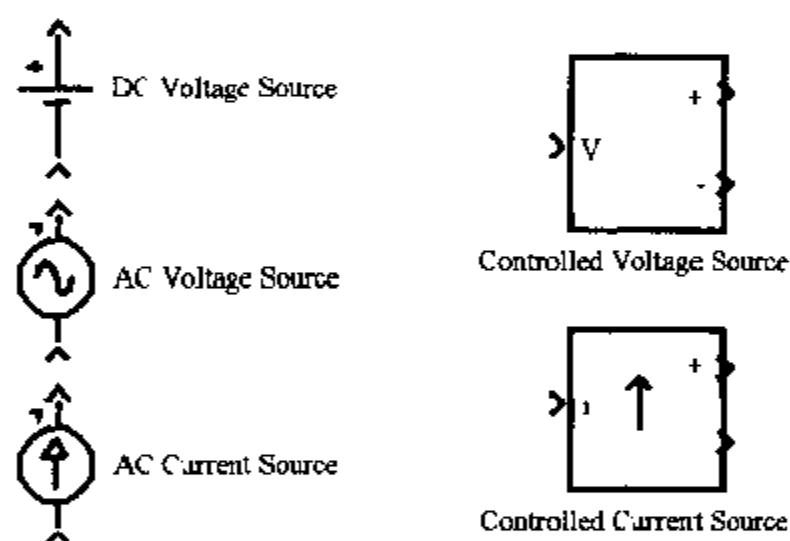

图 6.39 电源系统模块集电源模块库中的模块
1) 电源模块库中的模块如图 6.39 所示。有:直流电压源、交流电压源、交流电流源、可控电压源、可控电流源五个模块。